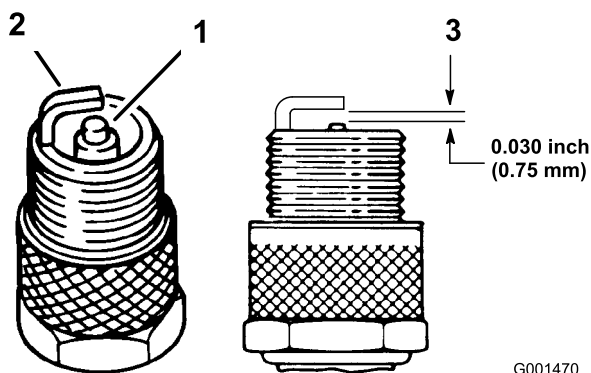

Figure 40
1. Examinez le centre de la bougie (Figure 40). Si le bec de l'isolateur est recouvert d'un léger dépôt gris ou brun, le moteur fonctionne correctement. S'il est couvert d'un dépôt noir, c'est généralement signe que le filtre à air est encrassé.
3. Contrôlez l'écartement entre l'électrode centrale et l'électrode latérale (Figure 40). Courbez l'électrode latérale (Figure 40) si l'écartement est incorrect.
3. Branchez la bougie (Figure 40).